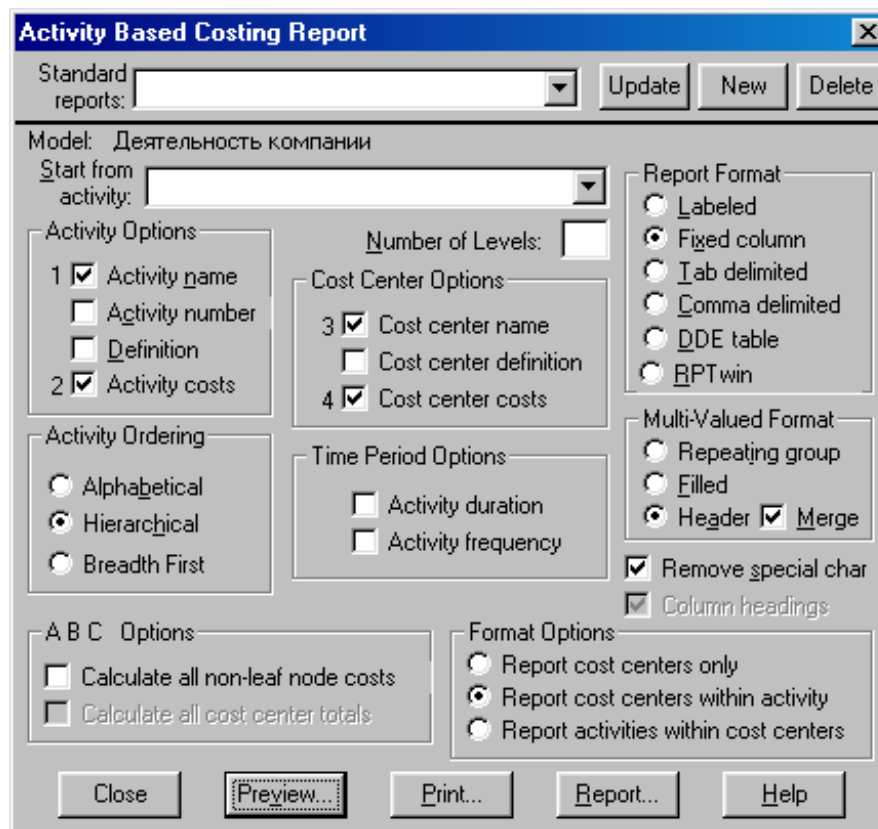

Рисунок 10.11 – Задание параметров генерации отчета *Activity Cost Report*
11. Задайте параметры генерации отчета *Activity Cost Report*, в открывшемся диалоговом окне *Activity Based Costing Report* (рисунок 10.11).